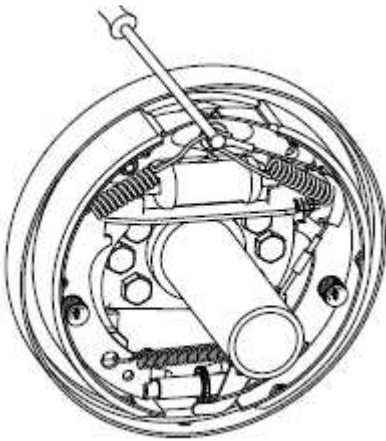

Рис. 2-11
(2) Нужно снять две возвратных пружины колодок (См. Рис. 2-11).